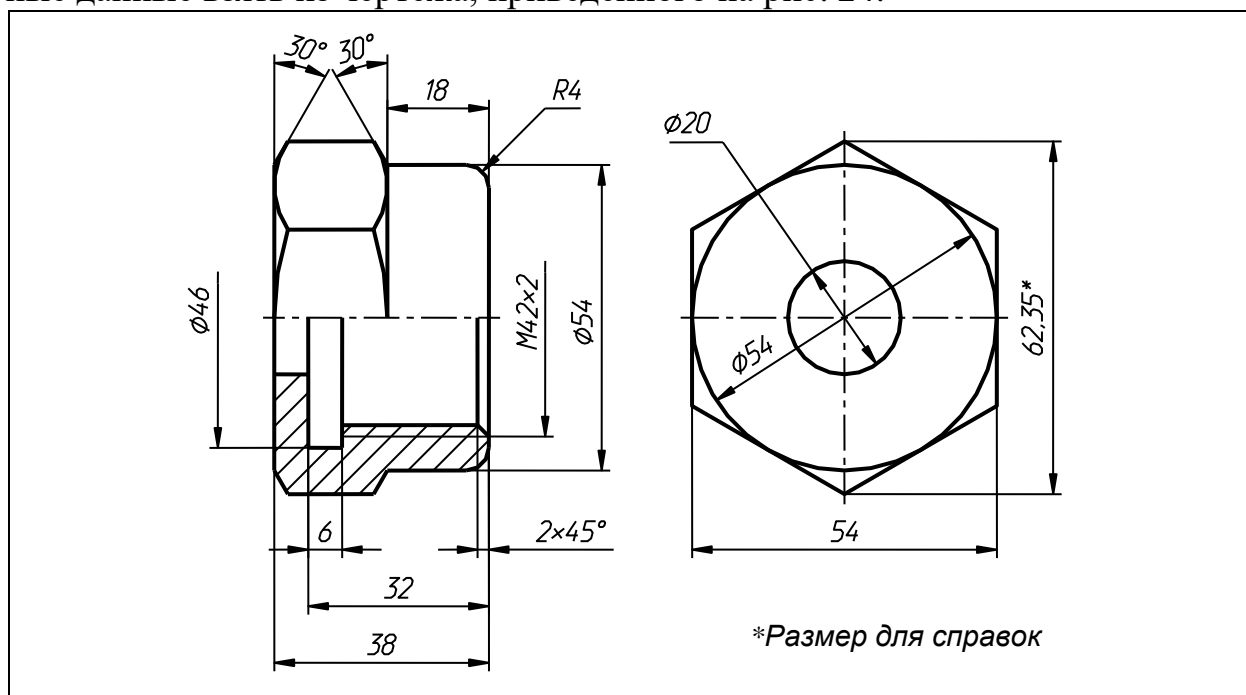

Рис. 24
Чертеж аксонометрии оформить на формате А4 в масштабе 2:1. Исходные данные взять из чертежа, приведенного на рис. 24.
1. Руководствуясь размерами детали (см. рис. 24), построить профиль, соответствующий фигуре заштрихованного сечения, для последующего создания из него тела вращения.